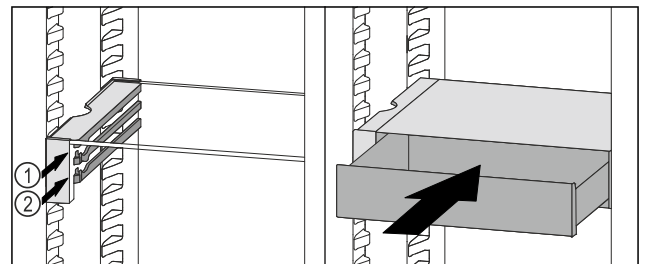

Fig. 246
- VarioSafe-Schubfach hinter den Stoppern auf gewünschter Rippe Fig. 246 (1) oder Fig. 246 (2) aufsetzen.